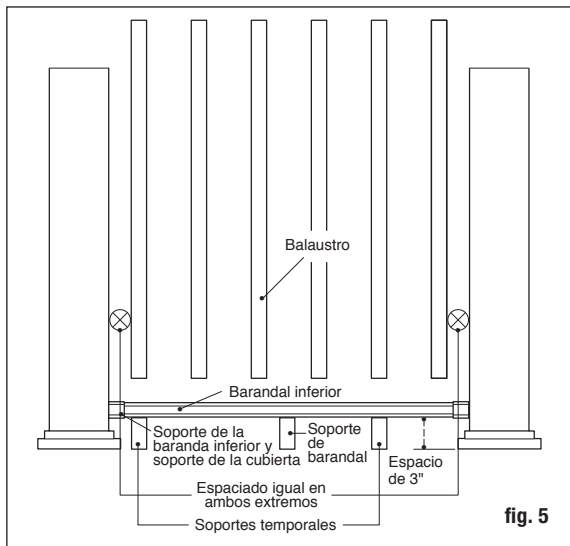

fig. 5
Paso 6 Mida la distancia entre las coberturas de poste instaladas para determinar la longitud de los barandales superior e inferior. Posicione el barandal inferior al lado de los postes y ajústelo de modo que la distancia entre el primer agujero de balaustre y el poste sea mayor a 5.1 cm (2 pulg.) e igual en ambos extremos (consulte la fig. 5). Marque el barandal inferior. Corte el barandal superior con el mismo espaciamiento y longitud.
Paso 8 Coloque las cubiertas de soportes del barandal lineal y los soportes lineales en los extremos del barandal inferior. Instale el soporte de barandal y sostenga el barandal inferior entre los postes con bloques cortados a la medida. Revise el nivel del barandal. Usando el soporte lineal como guía, marque las posiciones de los tornillos en la cobertura del poste y en el barandal en ambos extremos. Pretaladre agujeros guía de .32 cm (1/8 pulg.) a través de la cobertura de poste y del barandal. Sujete el soporte lineal a la cobertura del poste usando cuatro tornillos cuadrados de cabeza cilíndrica #8 - 15 x 2" - #2 y luego sujete el soporte lineal al barandal usando dos tornillos cuadrados autorroscantes de cabeza cilíndrica #10-16 x 3/4" - #2 (fig. 5).